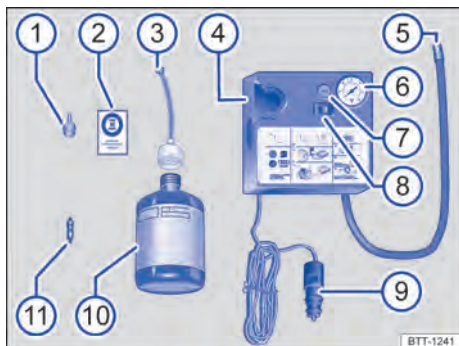

Fig. 226 Representação esquemática: componentes do kit de reparo dos pneus.
O kit de reparo pode se encontrar em diferentes lugares do veículo, por exemplo, no compartimento de bagagem, no porta-objetos lateral ou embaixo do assoalho do compartimento de bagagem. Ele é composto pelas seguintes peças → **Fig. 226**:
12. Colar a etiqueta adesiva → **Fig. 226** ② do kit de reparo dos pneus no painel de instrumentos, no campo de visão do condutor.
- Com a chave para remoção do elemento da válvula → Fig. 226 ①, desenroscar o elemento da válvula da válvula do pneu e colocá-lo sobre uma superfície limpa.
- Agitar a garrafa para enchimento dos pneus → Fig. 226 ⑩ algumas vezes com força.
- Rosquear a mangueira de enchimento → Fig. 226 ③ com firmeza no sentido horário sobre a garrafa para enchimento dos pneus. A película na tampa é perfurada automaticamente.
- Remover a vedação da tampa da mangueira de enchimento → Fig. 226 ③ e introduzir a extremidade aberta totalmente na válvula do pneu.
- Rosquear novamente o elemento da válvula com a chave para remoção do elemento da válvula → Fig. 226 ① na válvula do pneu.
- Rosquear a mangueira de enchimento dos pneus → Fig. 226 ⑤ do compressor de ar com firmeza na válvula do pneu.
- Encaixar o conector do cabo → Fig. 226 ⑨ em uma tomada 12 V do veículo → Página 196.
- Ligar o compressor de ar com o interruptor LIGA-DESLIGA → Fig. 226 ⑱.
- Deixar o compressor de ar funcionar até atingir 2,0 – 2,5 bar (29 – 36 psi/200 – 250 kPa) → ⚠️. **Tempo de funcionamento máximo: 8 minutos** → ①.
Reconectar a mangueira de enchimento dos pneus → Fig. 226 ⑤ e ler a pressão dos pneus no indicador da pressão dos pneus ⑥.